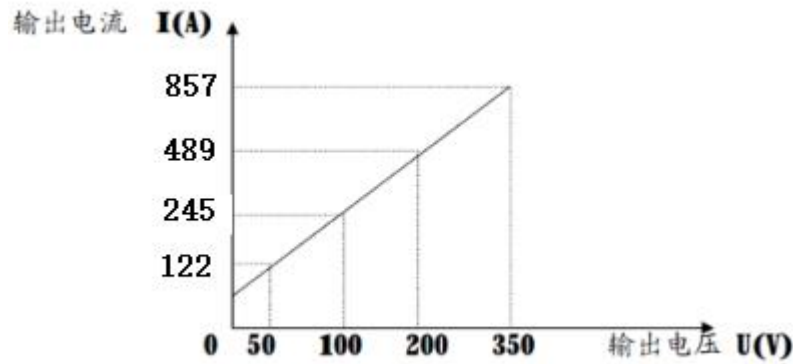

图 33. 300kW 变频电源负载能力曲线
12.6.1 将散热板抽出，用晶体管测试仪对每块功放板进行耐压测试。功放板的布局如图 33、34 所示。有二种情况：一种耐压为零，一种耐压较低但不为零。